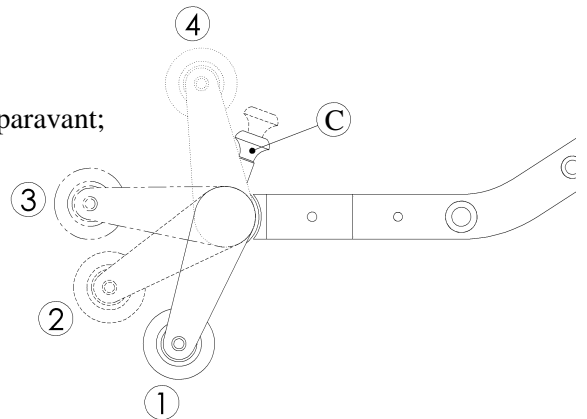

Figure 40 - Possibilités d'ajustements de l'anti-basculant
2. Tirer sur le bouton **C** et le maintenir (figure 40);